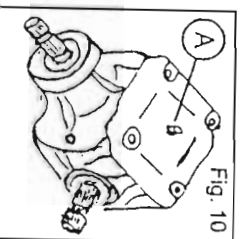

Fig. 10
4. Contrôler le niveau d'huile dans le carter des réducteurs en regardant par le bouchon prévu à cet effet (fig. 10 - réf. A); cette opération doit être faite avant de commencer le travail.
6. Graisser abondamment tous les 6 mois la chaîne d'entraînement par le bouchon destiné à cet usage, voir (fig. 10 - réf. A).